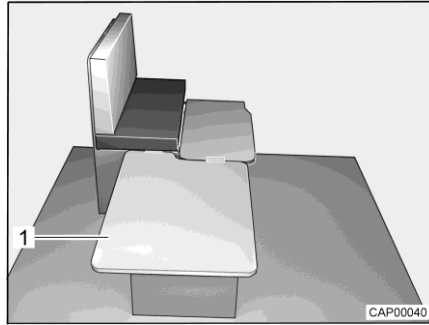

Bild 37 Under ombyggnaden
- Häng på stödplatta (Bild 37,1) sidledes på sittbänken och lägg på bordet.